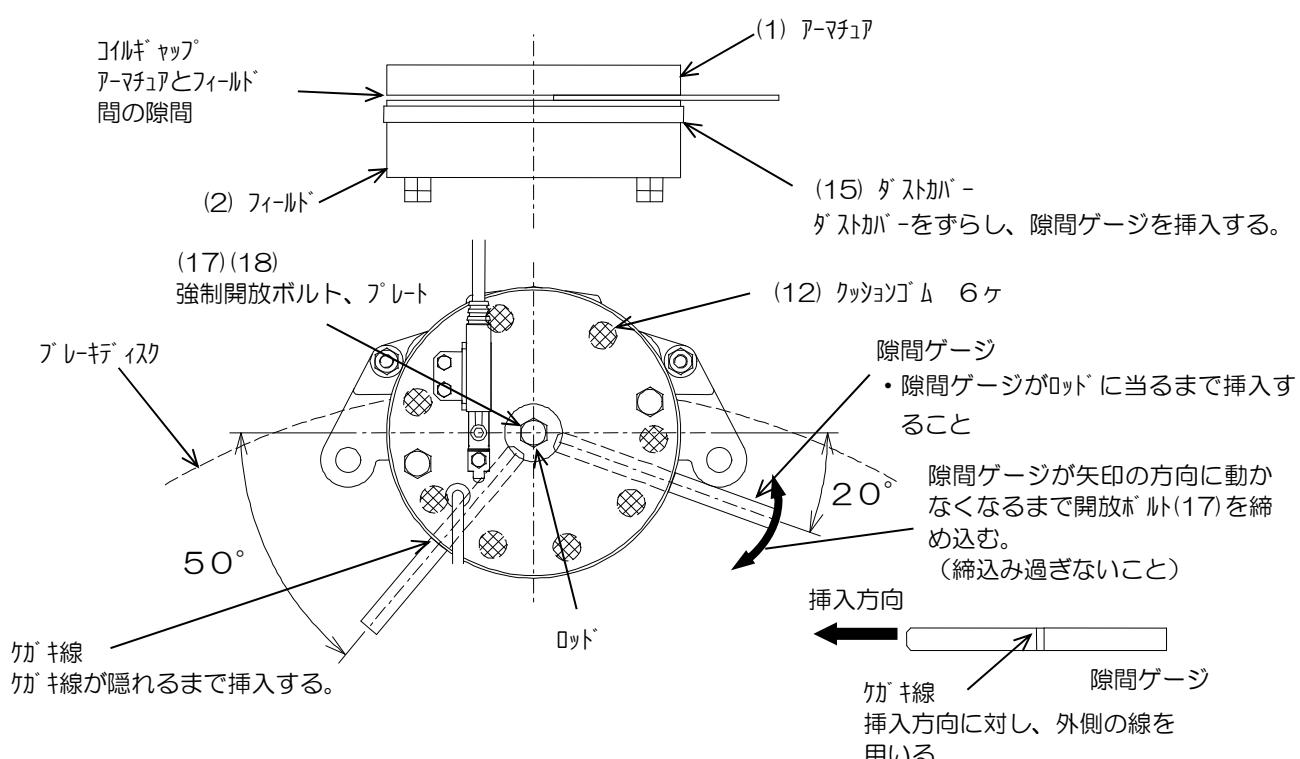
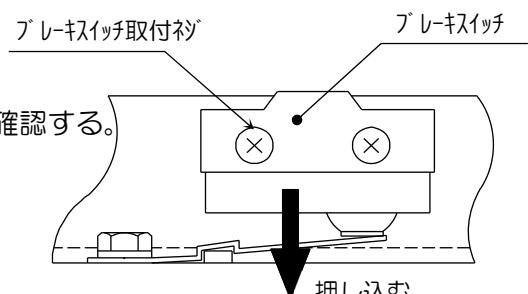

図6 隙間ゲージの挿入要領
図9 ブレーキスイッチ調整
①隙間ゲージ(巻上機付属品)を準備する。
②アーマチュア(1)とフィールド(2)の間に $0.12t$ の隙間ゲージを挿入する。
- ・隙間ゲージ挿入要領 図6を参照のこと。(※2ヶ所から同時に挿入する。)
③強制開放ボルト(17)、プレート(18)を取り付け、強制開放ボルト(17)を締め込む。
④ブレーキスイッチが動作していることを確認する。
- ・③を終えた状態で、スイッチが動作していることを確認する。
⑤強制開放ボルト(17)を緩める。
⑥アーマチュア(1)とフィールド(2)の間に $0.1t \times 2$ 枚($0.2mm$)の隙間ゲージを挿入する。
- ・②と同じ要領で実施する。
②アーマチュア(1)とフィールド(2)の間に隙間ゲージを挿入する。
- ・隙間ゲージ挿入要領図6を参照のこと。(※2ヶ所から同時に挿入する。)
③強制開放ボルト(17)、開放プレート(18)を取り付け、強制開放ボルト(17)を締め込む。
④ブレーキスイッチ取付ネジを緩める。(図9参照)
⑤ブレーキスイッチをゆっくり押しこむ。
⑥強制開放ボルト(17)を緩める。
⑦アーマチュア(1)とフィールド(2)の間に0.12tの隙間ゲージを挿入する。
⑧強制開放ボルト(17)を締め込む。
- ・③と同じ要領で実施する。
⑨ブレーキスイッチが動作していることを確認する。